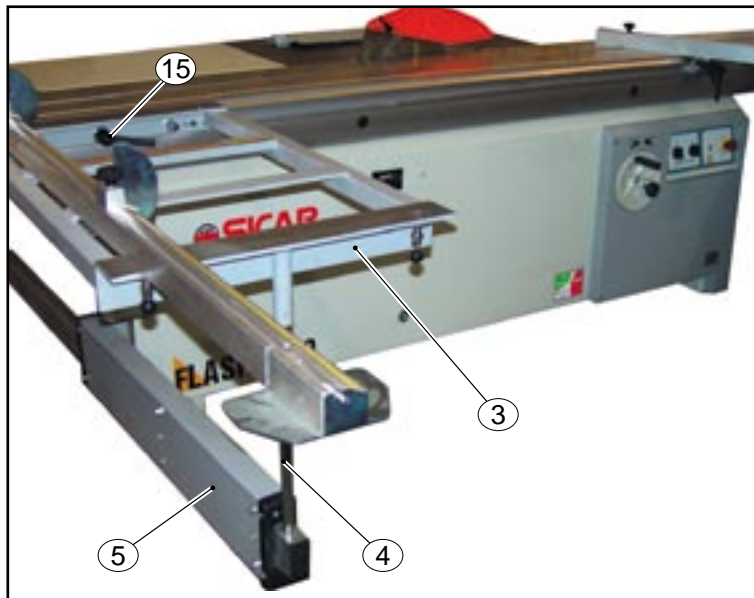

Fig. 5.8.5A
5.8.5 MONTAGGIO TRALICCIO E GUIDA FIG. 5.8.5A, 5.8.5B, 5.8.5C, 5.8.5D